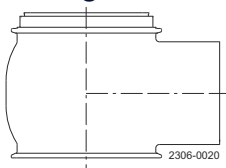

Abbildung 1. Typ 20
- Umbauflansch, mit dem ein SMP-TO-Ventil durch Wiederverwendung des vorhandenen SMP-TO Tankflansches ersetzt werden kann – siehe Abb. 1.